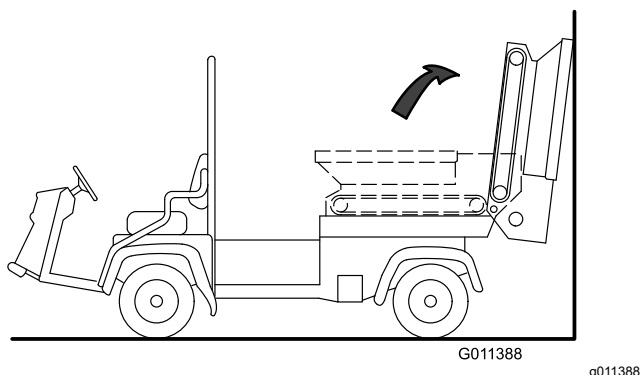

図 32
3. ホッパーを後方に立て掛ける壁、柱、梯子などを利用 図 32。
ホッパーは必ず垂直よりも後ろに傾けて壁などにもたれさせ、不意に落ちてくることがないようにしてください 図 32。
3. スライダフレーム上にホッパーを注意深く降ろす 図 32 スライダベッドを分解する (ページ 23)を参照。